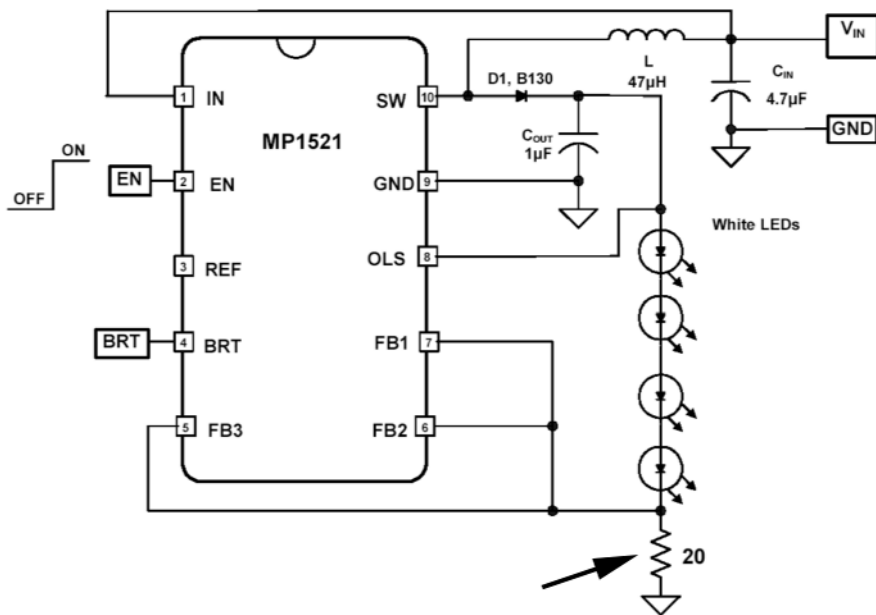

Abbildung 8.1.27 LED-Speisung über Spannungswandler (2). Ein hocheffektiver Wandler mit Konstantstromausgang (MPS)
- die LEDs in Reihe schalten (vgl. auch Abbildung 8.1.27).